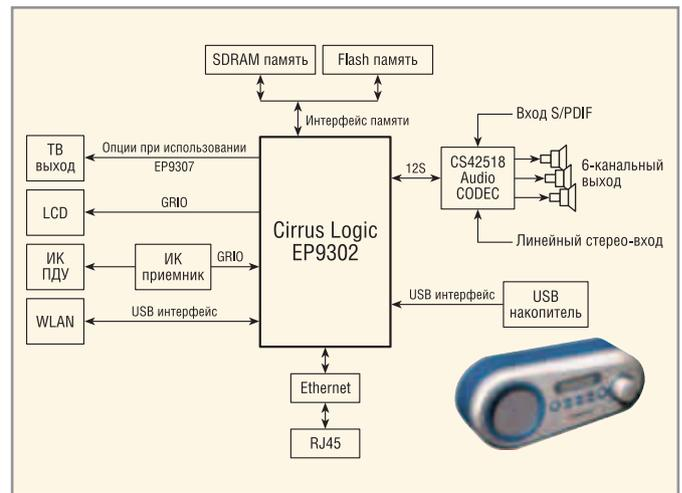

Рис. 3. Интернет-радио на МК EP9302/9307
- интернет-радио на EP9302/9307 (рис. 3);